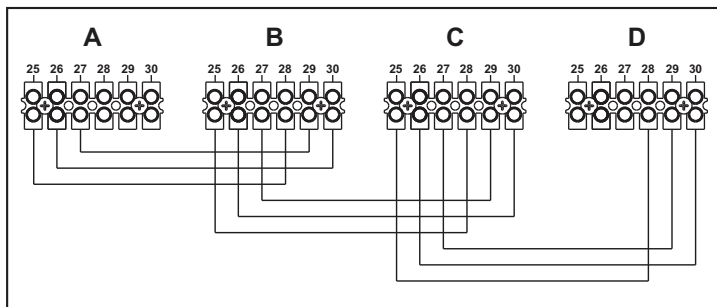

рис. 27 - Соединение в батарее
1. Соедините два модуля, как показано на рис. 27 (пример с 4 модулями)
В противном случае прекратите электрическое питание и проверьте кабельные соединения в рис. 27.